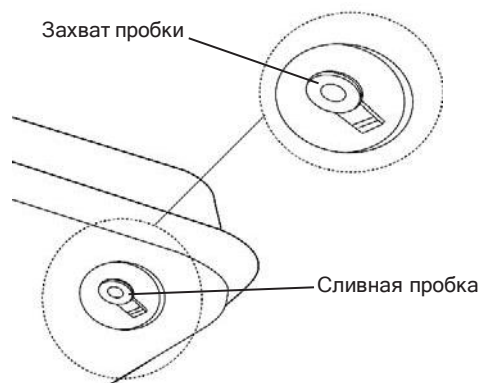

Рисунок 11. Извлечение сливной пробки
2. Чтобы извлечь сливную пробку (35/50/60), потяните вниз захват пробки и извлеките уплотнительную головку из сливного отверстия в баке (см. рис. 11).